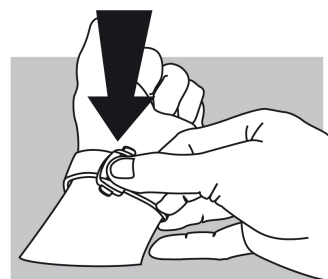

fig.2
### Como utilizar a válvula de escape de hélio? (fig. 2)
**Fecho (fig. 2):** enfie o relógio no pulso e feche o fecho premindo-o com o polegar até ouvir um clique (fig. 2).